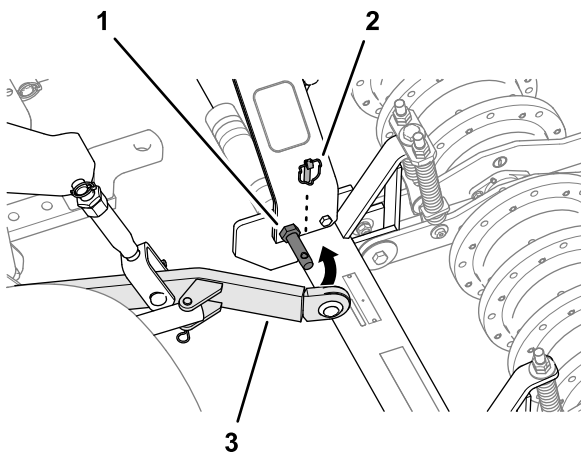

Figure 17
4. Positionnez l'aérateur de manière à ce que les bras d'attelage inférieurs du groupe de déplacement soient alignés sur les axes de chape des bras de levage de l'aérateur (Figure 17).
- Assemblez les bras d'attelage inférieurs sur les axes de chape des bras de levage, puis fixez les bras avec les goupilles à anneau (Figure 17).